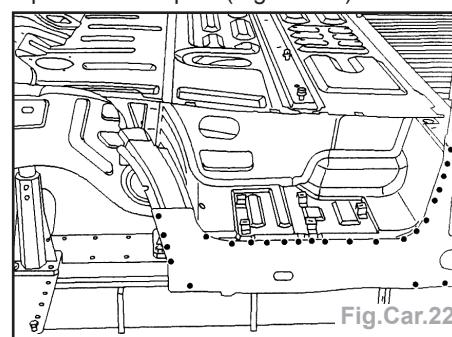

Fig.Car.22
- Positionner la doublure et souder par points électriques (Fig.Car.22).